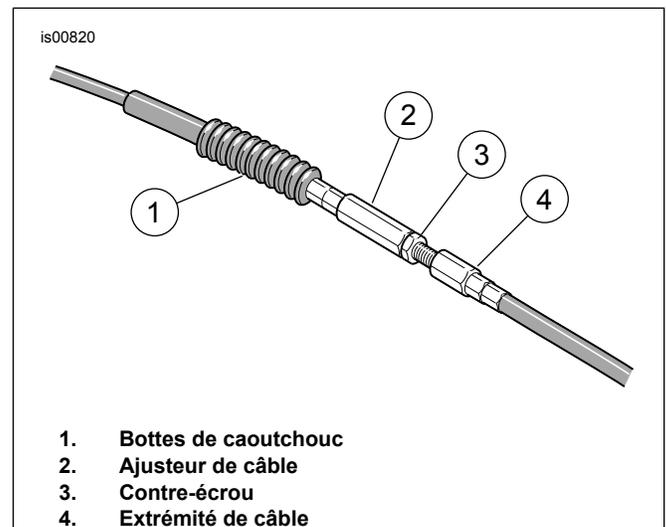

Figure 1. Ajusteur de câble d'embrayage
1. Consultez Figure 1 . Faire glisser la gaine de caoutchouc (1) hors de l'ajusteur du câble d'embrayage (2). L'ajusteur est situé à mi-chemin le long du câble d'embrayage près du tube diagonal du châssis.
8. Consultez Figure 1 . Tourner l'ajusteur de câble dans le sens opposé du contre-écrou jusqu'à ce que le jeu ait été éliminé dans le levier. Tirer la bague du câble d'embrayage à l'écart du support de câble d'embrayage pour mesurer le jeu.